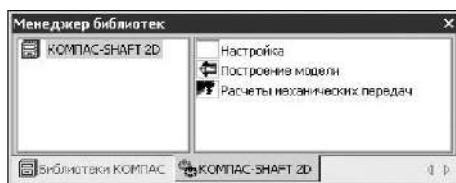

Рисунок 1.1 - Меню режима
3. В **Менеджере библиотек** запускается *КОМПАС-SHAFT 2D* (*Библиотеки КОМПАС - КОМПАС-SHAFT 2D - Расчет и построение*) и выбирается режим работы с системой - *Настройка, Построение модели* или *Расчет механических передач*. Для этого нужно дважды щелкнуть мышью по строке меню, совпадающей с названием нужного режима (см. рис. 1.1).